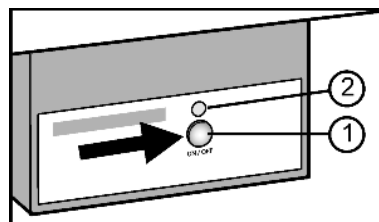

Fig. 34
- ▶ Нажмите и удерживайте кнопку On/Off Fig. 34 (1) так, чтобы светодиод Fig. 34 (2) загорелся.